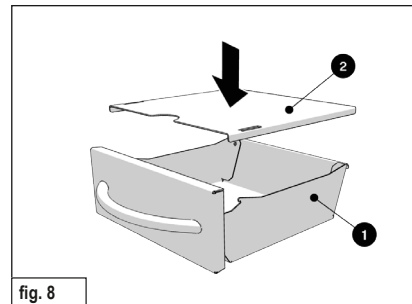

fig. 8
- ▶ Place the lid (2) on the ash container (1) (fig. 8).